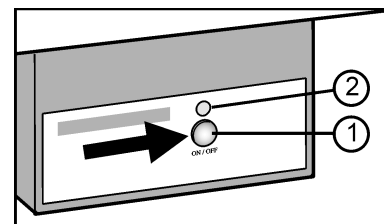

Fig. 13
- ▶ Appuyer sur la touche On/Off Fig. 13 (1) afin que la DEL Fig. 13 (2) s'allume.